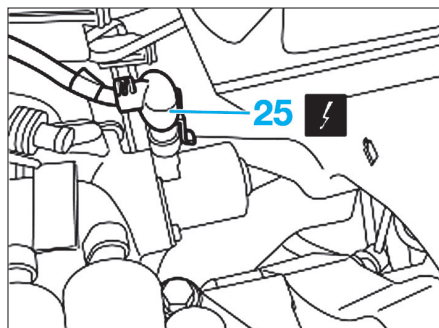

Fig. 55
- Débrancher la connexion électrique de l'électrovanne de sélection des vitesses (25) (Fig.55).